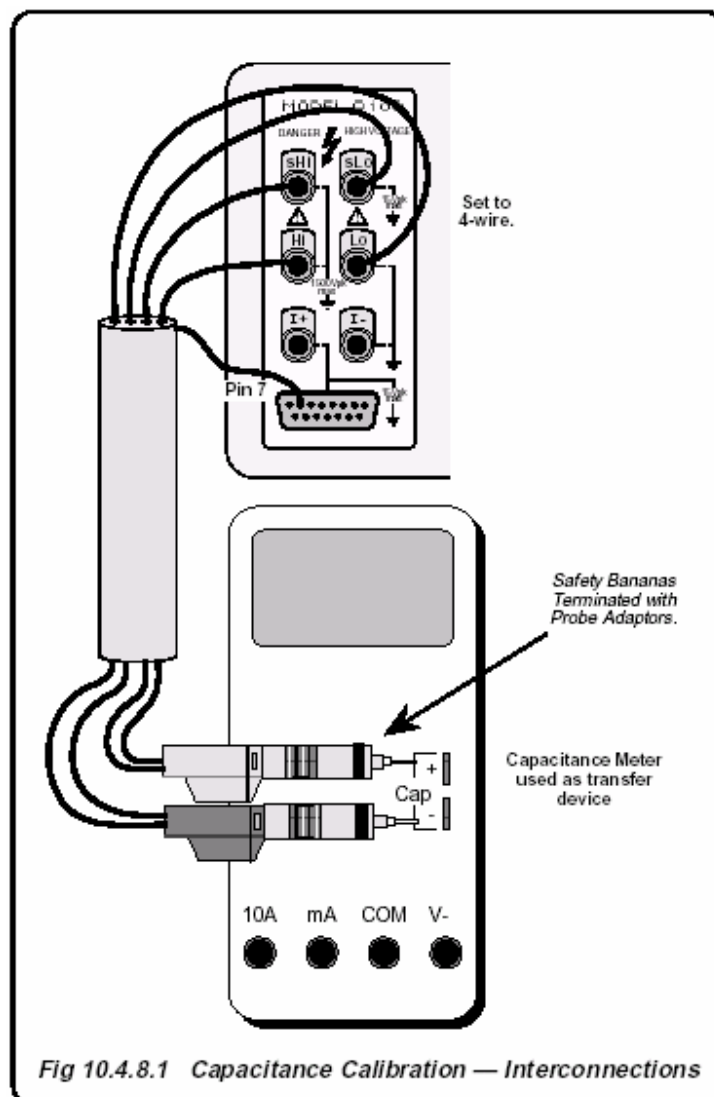

Рис. 10.4.8.1 Калибровка емкости — межсоединения
1. Соединения Убедитесь, что калибратор 9100 соединен с измерителем емкости как показано на Рис. 10.4.8.1, и оба прибора включены и прогреты.